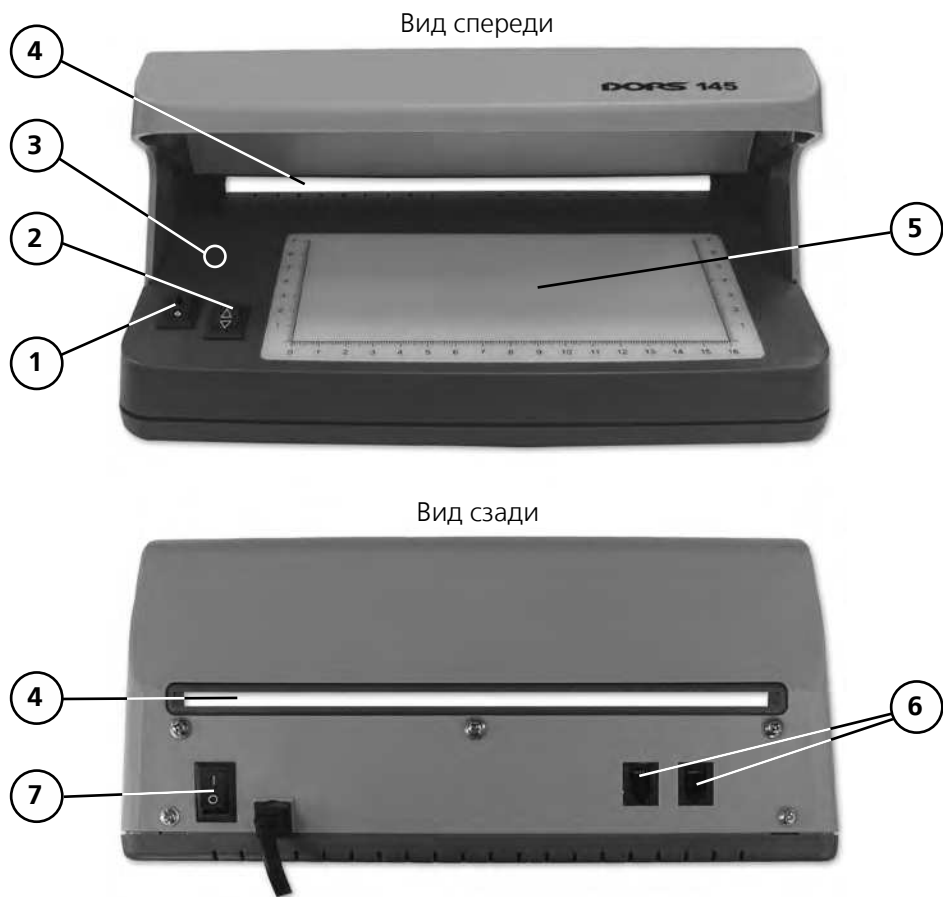
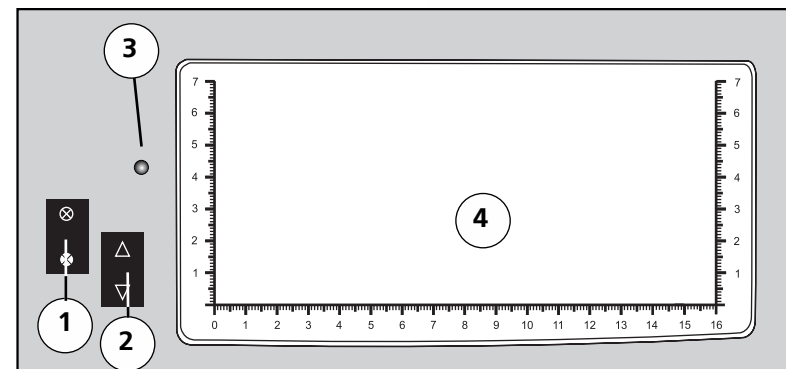

Рис. 1
Рис. 2
1. Подключите детектор к сети (220 В, 50 Гц). При этом начнёт светиться индикатор подключения к электрической сети (рис. 1, поз. 3). Включите детектор нажатием клавиши выключателя «Сеть» на задней панели (рис. 1, поз. 7) – просмотрная зона (рис. 2, поз. 4) осветится синим или белым светом, в зависимости от положения переключателя "УФ/белый свет".
2. Расположите одну или несколько банкнот на передней панели детектора в просмотрной зоне (рис. 2, поз. 4).
детектора (рис. 2, поз. 1) выберите необходимый режим работы:
При помощи переключателя (рис. 2, поз. 2) можно выбрать режим проверки в белом свете: